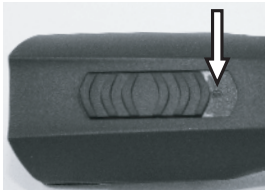

Fig. 4 Interruptor posición DES-CO. ("0")
1. Compruebe los contactos de la máquina de cortar pelo (1) y de la batería (2) para asegurarse de que no hay objetos extraños y suciedad pegada.
2. Asegúrese que el interruptor de la máquina de cortar pelo está en posición DESCO ("0") (Fig. 4).
3. Introduzca la batería (2) en la máquina de cortar pelo (3) hasta que el bloqueo de la batería (1) encaje en ambos lados.
4. Inserte la máquina de cortar pelo con la batería (1) o la batería sola (2) por la parte superior en la cavidad del cargador prevista para ello, sin forzar.
6. La batería carga. Durante la carga, el piloto de control (3) se enciende en rojo. Una vez que la batería se ha cargado un 90 %, la luz testigo cambia a verde y el cargador conmuta a "carga de mantenimiento".
7. Sostenga el cargador firmemente en una mano y retire la máquina de cortar pelo (1) o la batería (2) con la otra mano.
1. Meta el interruptor a la posición DESCO "0" (Fig. 4).
2. Presione el bloqueo de la batería (2) hacia adentro en ambos lados y extraiga la batería (1) de la máquina de cortar pelo.
3. Introduzca la batería (1) cargada en la máquina de cortar pelo (2) hasta que el bloqueo de la batería encaje en ambos lados.